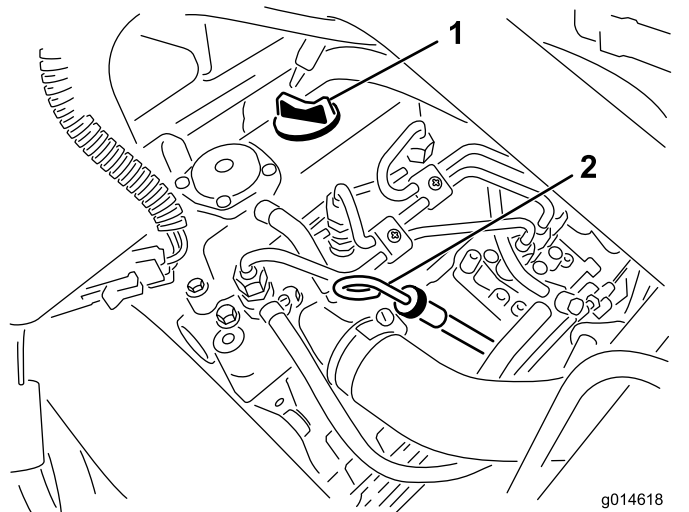

Bild 25
2. Nehmen Sie den Messstab heraus und wischen Sie ihn mit einem sauberen Lappen ab (Bild 25).